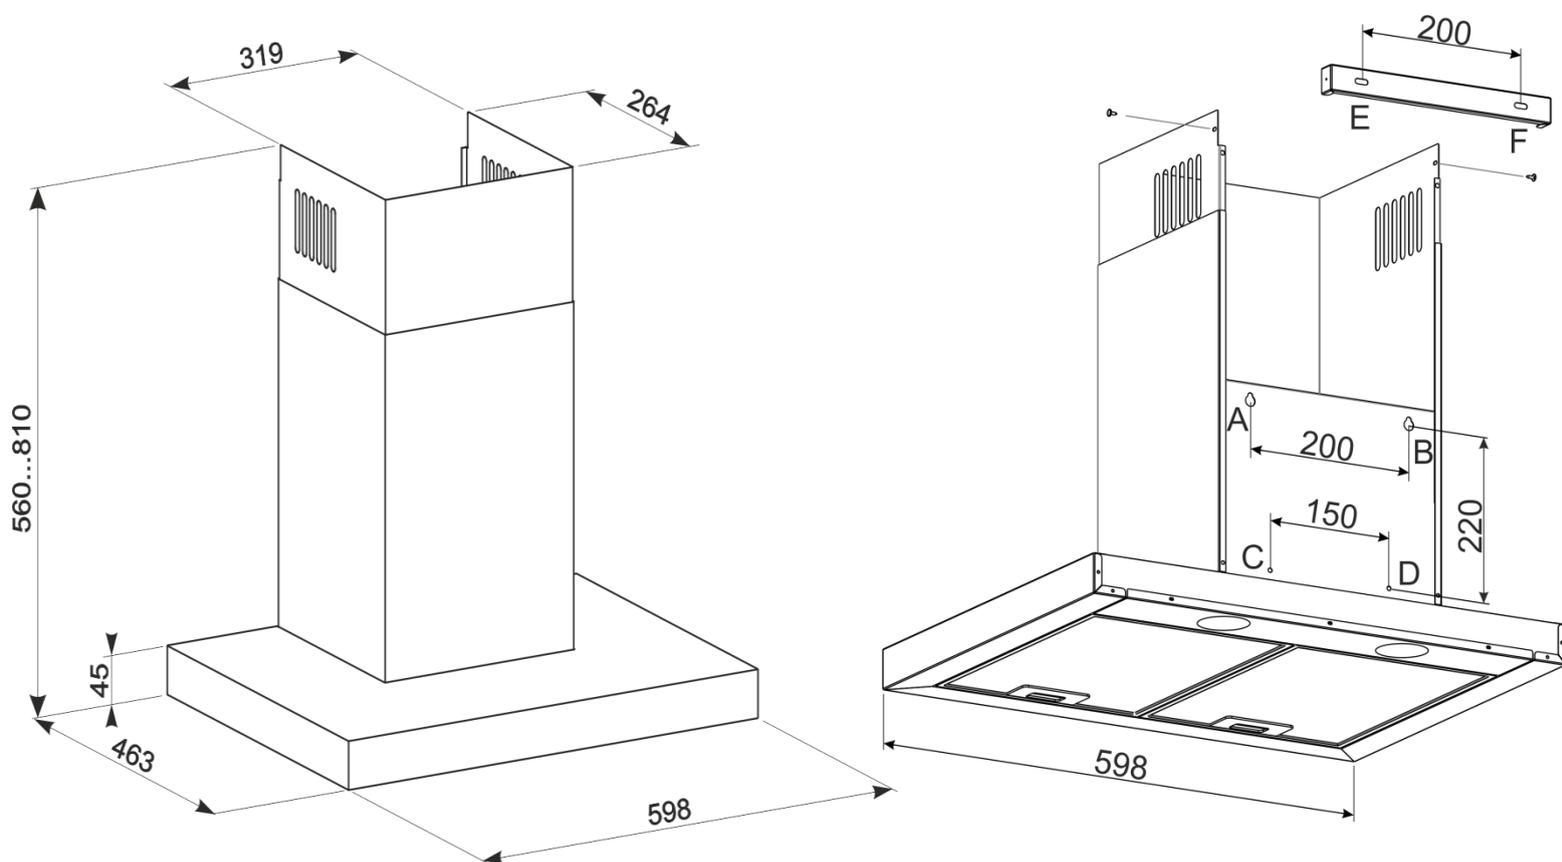

Рис. 4
- 6.4 Проведіть розмітку кріпильних отворів корпусу на стіні кухні. Для цього виготовте паперовий шаблон з координатами **4-х** отворів на задній стінці корпусу (**точки А, В, С, D див. схема монтажу**); прикладіть шаблон до стіни на необхідній висоті, що вказана вище, і вирівняйте його по рівню (**рис.4**).